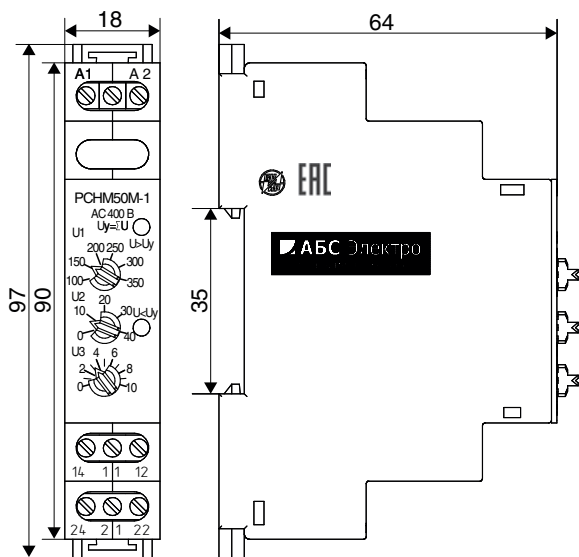

Рисунок 1. Реле с креплением на DIN-рейку
- на DIN-рейку 35 мм (рисунок 1);